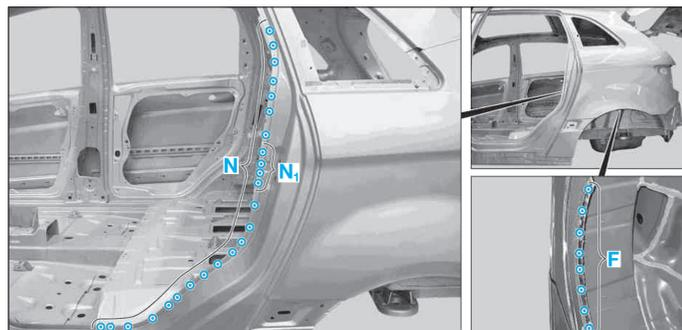

FIG. 99
- Fraiser les points de soudure dans les zones (F), (N) et (N₁) (Fig.99).